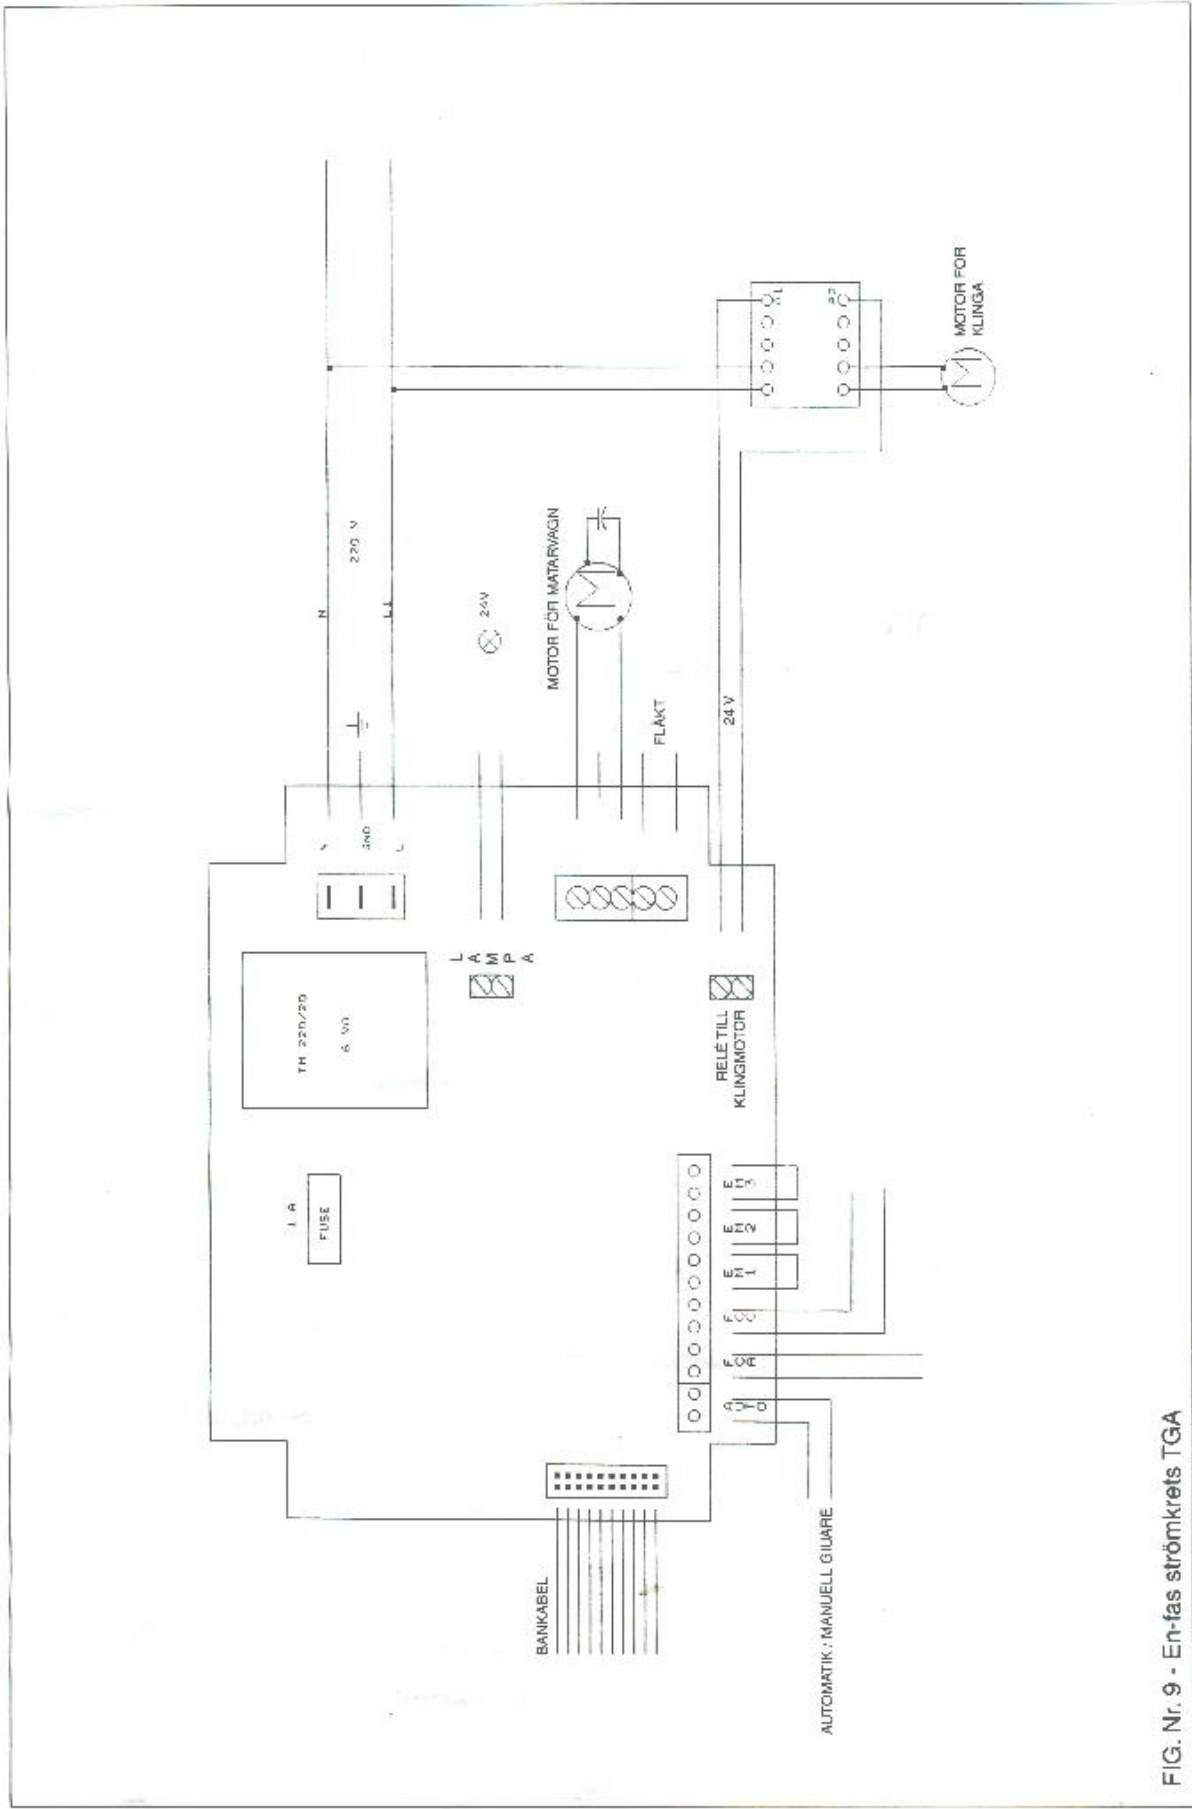

FIG. Nr. 9 - En-fas strömkrets TGA
4.3.4 – elektriskt schema en-fas strömkrets TGA (se FIG: Nr. 9)